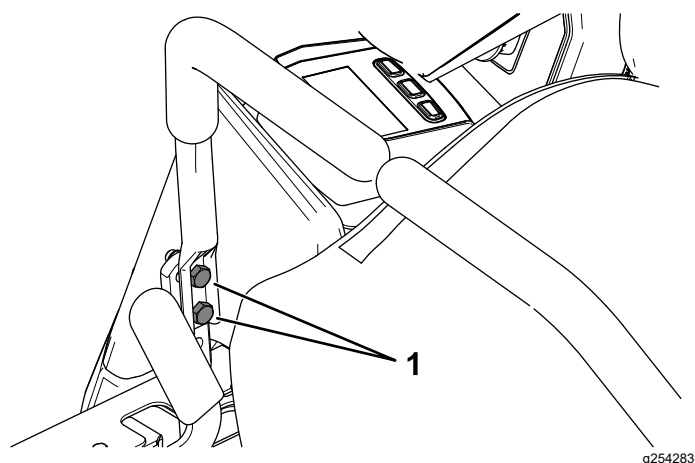

Figura 48
12. Serrate i 2 bulloni per il montaggio della leva di comando del movimento (Figura 48).
10. Se è necessario un allineamento, allentate i 2 bulloni per il montaggio della leva di comando del movimento sul lato disallineato (Figura 48).